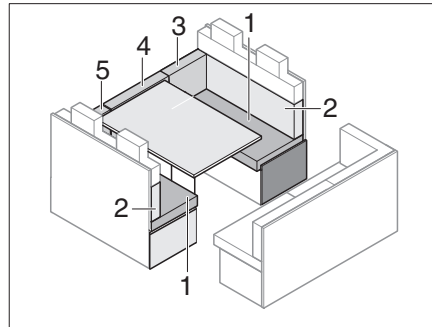

Fig. 191 Antes de la transformación
- Quitar el cojín del respaldo (Fig. 191,3,4 y 5) y ponerlo al lado.